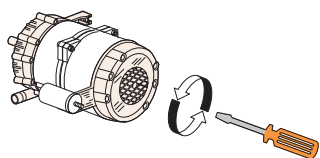

fig. 15
1. Controllare la girante della pompa risciacquo. Girante è bloccata: ruotare l'albero motore con un cacciavite (vedi fig. 15).
3. Controllare la girante della pompa risciacquo. La girante è bloccata: ruotare l'albero motore con un cacciavite (vedi fig. 15).